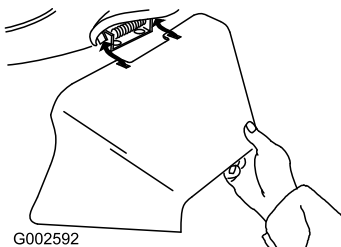

Figura 31
3. Montate il condotto di scarico laterale e chiudete lo sportello sul condotto (Figura 31).